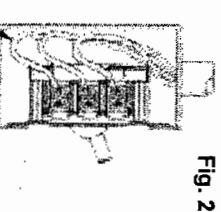

Fig. 2
4. Dans le cas d'une arrivée de conduit par le HAUT, former des boucles d'égoûttement tel qu'illustré à la Fig. 2.
4. Cuando se use la entrada de conduit por ARRIBA, formar lazos de goteo como se muestra en la Fig. 2.